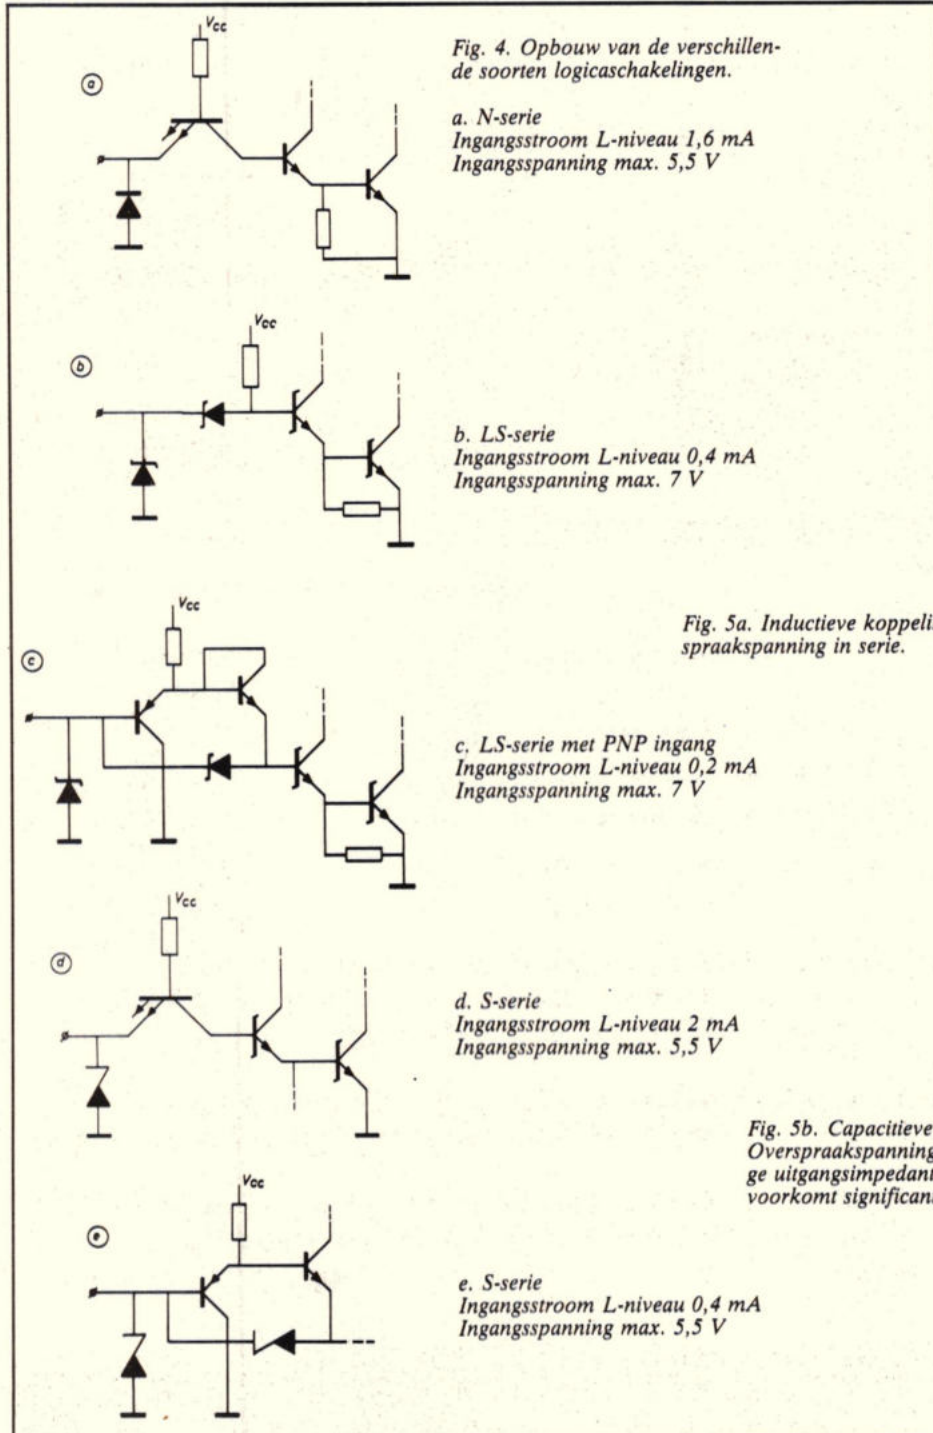

Fig. 5a. Inductieve koppeling. Overspraakspanning in serie.
2. Inductieve koppeling, fig. 5a. Van belang bij TTL schakelingen, omdat de schakeling laagohmig is (4). De uitgangsimpedantie van een totempole uitgang is in hoge toestand $140 \dots 250 \Omega$ of 50Ω bij buffers en bus drivers en bij de S serie en in lage toestand $8 \dots 30 \Omega$. Voor de wederzijdse inductiespanning geldt: